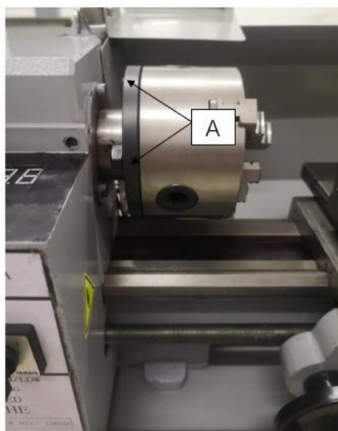

Fig.26
Za pomocą tego uniwersalnego uchwytu można zaciskać przedmioty okrągłe, trójkątne, kwadratowe, sześciokątne, ośmiokątne i dwunastokątne. (Rys.26)
W przypadku oryginalnego uchwytu 3-szczękowego zamontowanego na tokarce, fabryka zamontowała uchwyt w najlepszy sposób gwarantujący dokładność mocowania. Na uchwycie i kołnierzu uchwytu umieszczono dwa znaki „0” (A) (rys. 26).